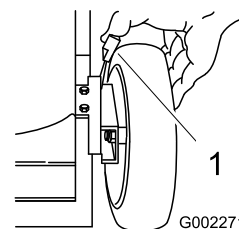

Figure 21
1. Tirez le levier de réglage de hauteur vers la roue (Figure 21) et amenez-le à la position voulue.